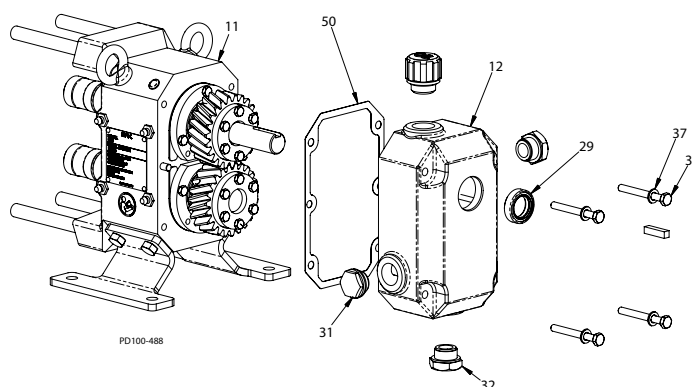

Abb. 36 - Getriebegehäuseabdeckung entfernen
3. Entfernen Sie die Kopfschrauben (Abb. 36, Einzelheit 36), Unterlegscheiben (Pos. 37) und die Abdeckung (Pos. 12).
6. Entfernen Sie die Dichtung (Abb. 36, Einzelheit 50) und entsorgen Sie diese. Schaben Sie vorsichtig alle Dichtungsreste von den Dichtflächen der Getriebeabdeckung (Pos 12) oder des Getriebegehäuses (Pos 11).